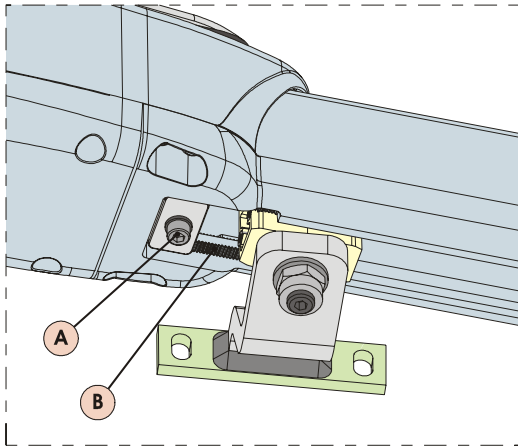

Abb. 17
- 3) Die Befestigungsschraube Abb. 17 – Bez. A lockern. Es ist nicht erforderlich, die Schraube vollständig abzunehmen.
ACHTUNG: Der mechanische Anschlag arbeitet gekoppelt mit einem Zahnsegment, Abb. 17 Bez. B. Bei Behinderungen während der Bewegung sicherstellen, dass die Kupplung frei ist. KEINE GEWALT ANWENDEN.